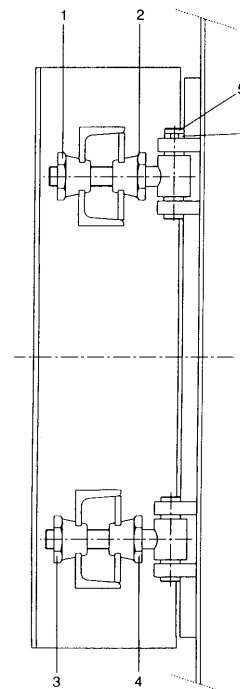

Fig. 6
2.03.- Regulación de la puerta (Fig. 6)